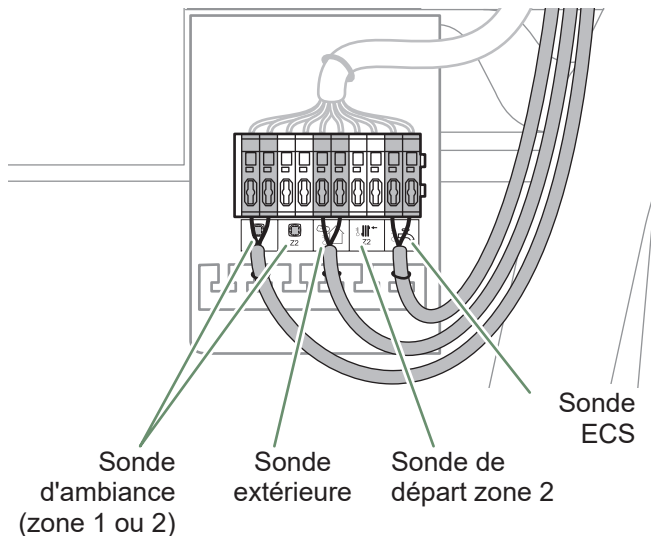

fig. 41 - Passage de câbles TBTS
- Pivoter le coffret électrique (2 vis - *fig. 41, page 38*)